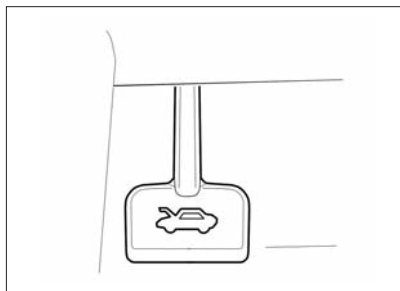
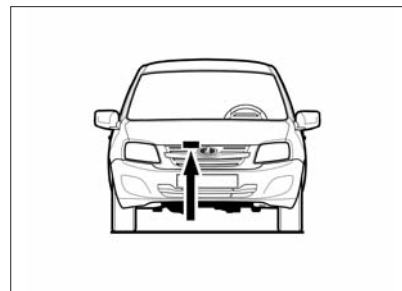
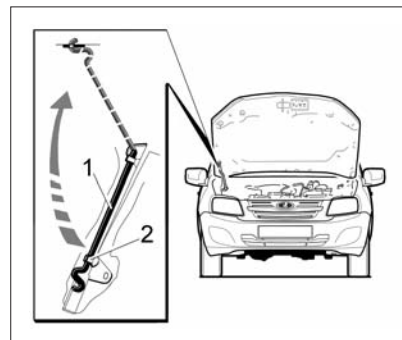
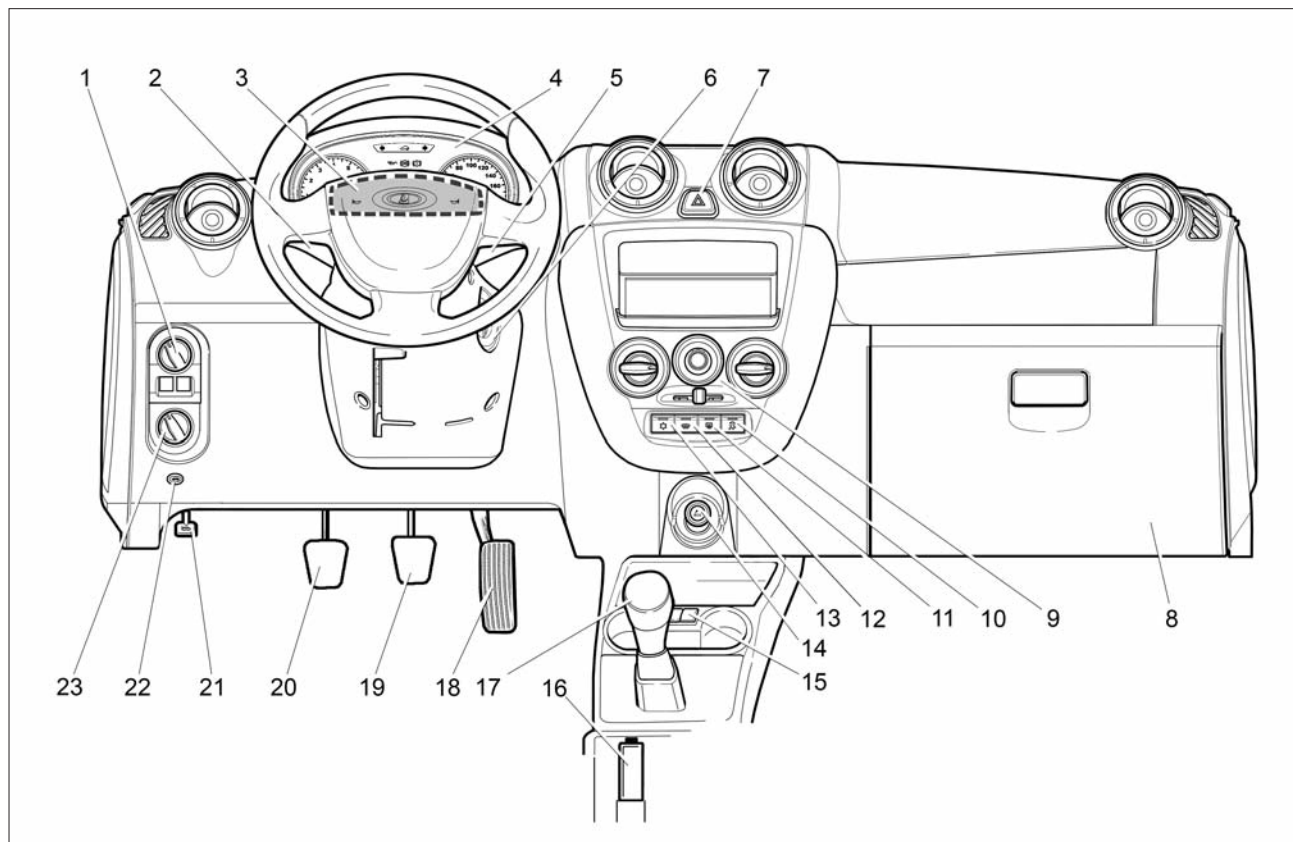

Рис. 22. Рукоятка открывания капота
Рис. 23. Лапка предохранительного крючка
Рис. 24. Открывание капота
Рис. 28. Органы управления и приборы
Для доступа в моторный отсек потяните на себя рукоятку (рис. 22), расположенную с левой стороны панели приборов под модулем управления светотехникой (см. рис. 28), приподнимите капот и через образовавшуюся щель **отожмите вправо лапку предохранительного крючка** (рис. 23). Поднимите капот и установите упор 1 (рис. 24) в специальное гнездо капота, как показано на рисунке. Для удобства фиксации при этом не рекомендуется чрезмерно отводить капот (более 10 сантиметров) от верхнего конца выставленного упора 1.
1. Активация звукового сигнала осуществляется путем нажатия на крышку модуля в верхней части, в зоне, обозначенной штрихпунктирной линией (рис. 28).
сигнал ниже рекомендованной зоны, выделенной штрихпунктирной линией (рис. 28). Принятые меры по корректному обращению со звуковым сигналом продлят срок службы модуля НПБВ и надолго сохранят его товарный вид. В случае неприятия Вами рекомендаций по корректной активации звукового сигнала изготовитель не несет ответственности за дальнейшее состояние и эксплуатационные характеристики модуля НПБВ Вашего автомобиля.